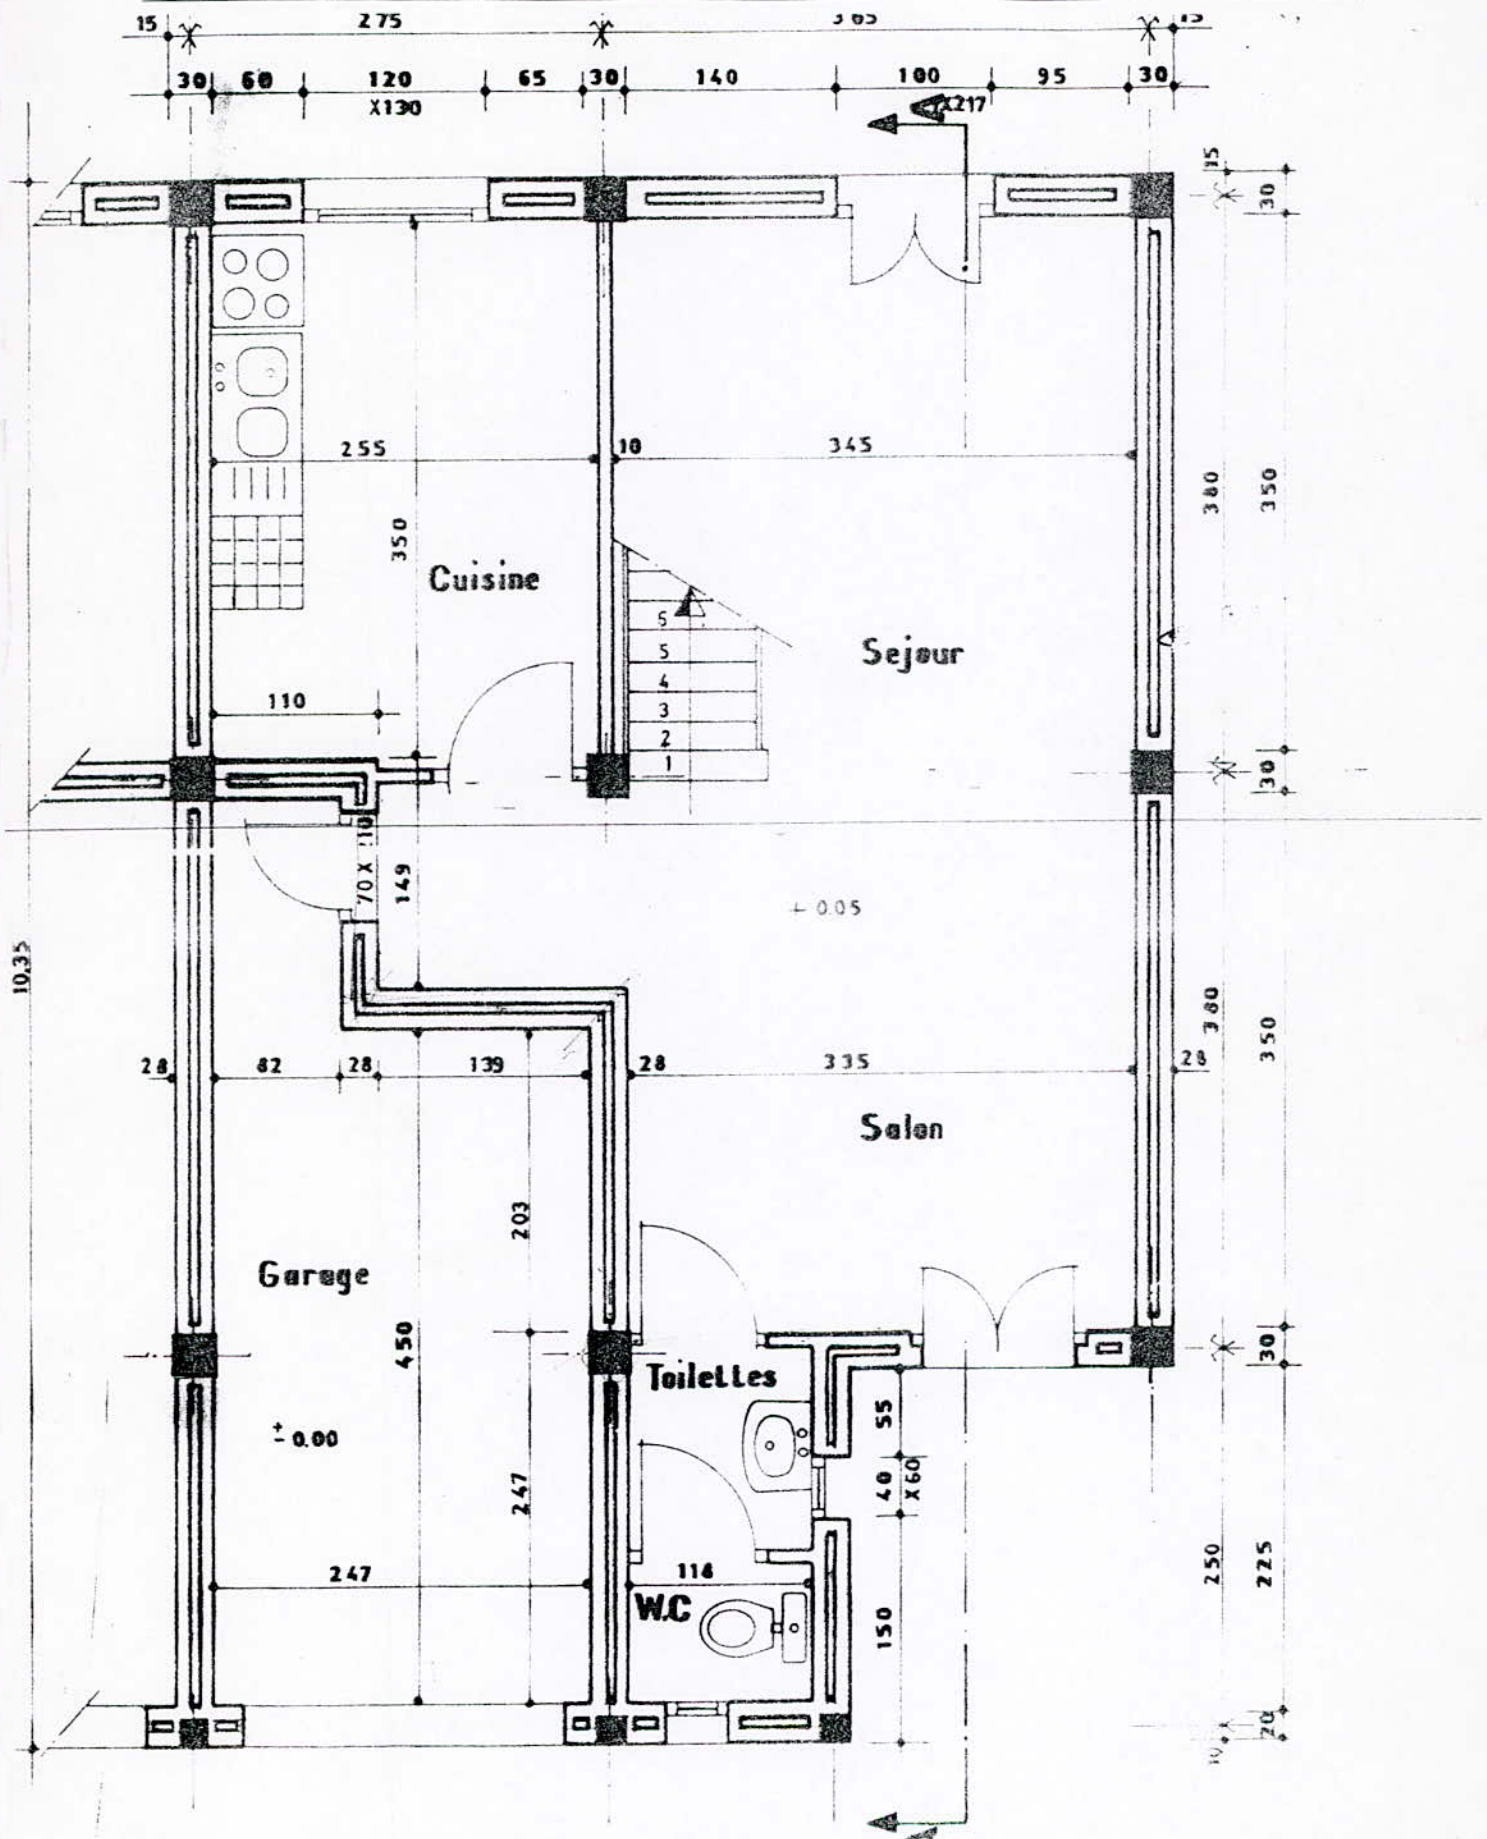

Figure V-2 : Plan de maison individuelle
V.2. Exemple pratique thermique - Maison individuelle [Figure V-2]